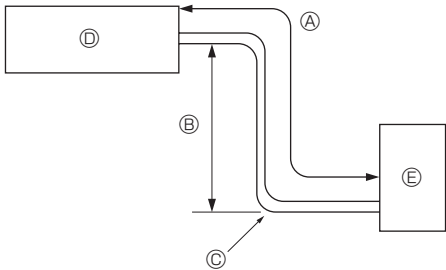

Fig. 2-1
- ① Tubo de empalme.....x1
2.1. Tubería de refrigerante (Fig. 2-1)